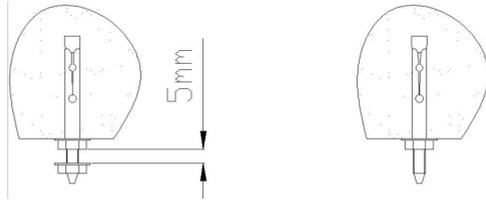

图 6
- 4、根据记好的孔位置，用冲击钻打出 4 个  $\phi 10 \times 80$  的孔，将膨胀螺丝打入天花板，并用扳手拧紧螺丝。然后，将下端的螺母松出使垫片与上螺母的距离为 5mm 左右。并将另侧 2 个膨胀螺丝螺母及垫片都取下（如图 6 所示）。